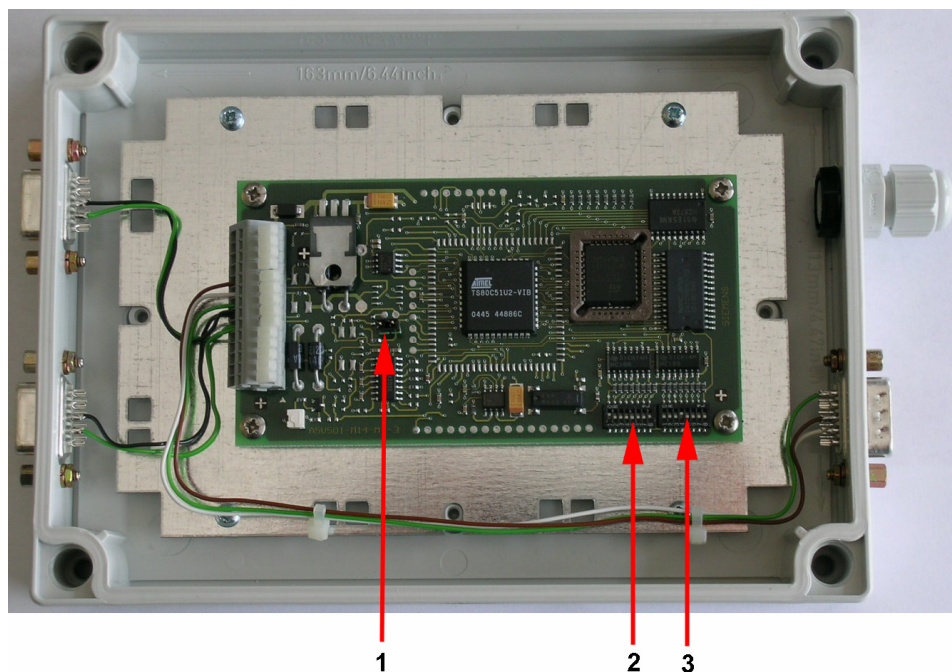

Abb. 5 Innenansicht MX Multi-Channel Box
4. Entfernen Sie in allen Multi-Channel Boxen den RS485-Busabschluss (schwarze Steckbrücke) mit Ausnahme der letzten Box. Vergleichen Sie hierzu Abb. 5: Innenansicht MX Multi-Channel Box.